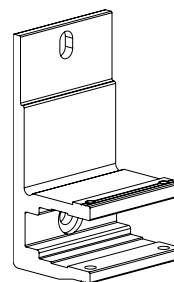

fig. 6
- Het aantal meegeleverde muurconsoles bedraagt steeds 3 stuks (per scherm). (Zie fig. 6)